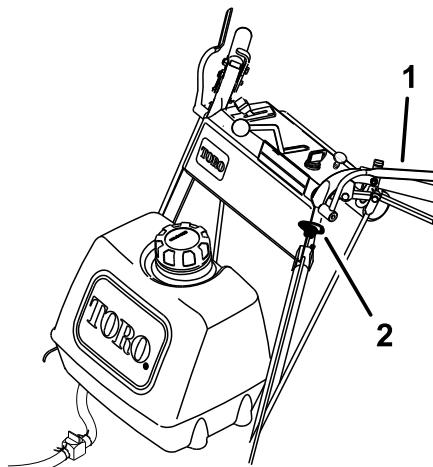

Figura 10
1. Apriete las palancas de control de presencia del operador contra las empuñaduras del manillar (Figura 10).
2. Tire hacia arriba del mando de control de las cuchillas (TDF) y sujetelo las palancas de control de presencia del operador contra las empuñaduras del manillar (Figura 10).